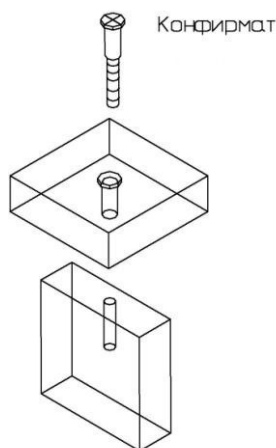

Рис. 4
Закрепить заднюю стенку (11) и перегородку (4) с помощью конфирмат-винтов, ввернув их сквозь отверстия в нижнем щите (9) (см. рис.4). Затянуть эксцентрики на нижнем щите (9). Присоединить основание (10) к нижнему щиту (9) с помощью винтов М6х30. К получившейся конструкции присоединить крышку (8) так, чтобы дюбели и шканты в крышке вошли в предназначенные для них отверстия в боковых стенках (2), (12), перегородке (4) и задней стенке (11). Затянуть эксцентрики, повернув их на 180 градусов (см. схему сборки). Закрывать эксцентрики и конфирмат-винты заглушками-самоклейками.